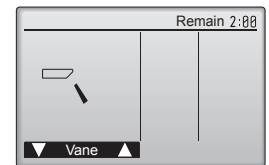

Fig. 6-6
- Prüfen Sie die automatische Klappensteuerung mit den Tasten [F1] [F2]. (Fig. 6-6)